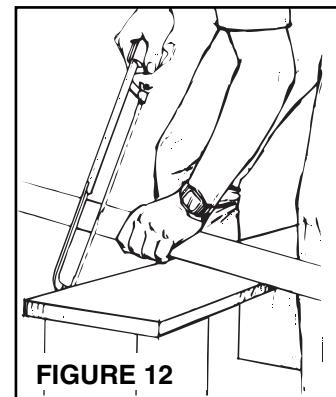

FIGURE 12
- Voyez la figure 12. Coupez le tuyau, en faisant une découpe droite.